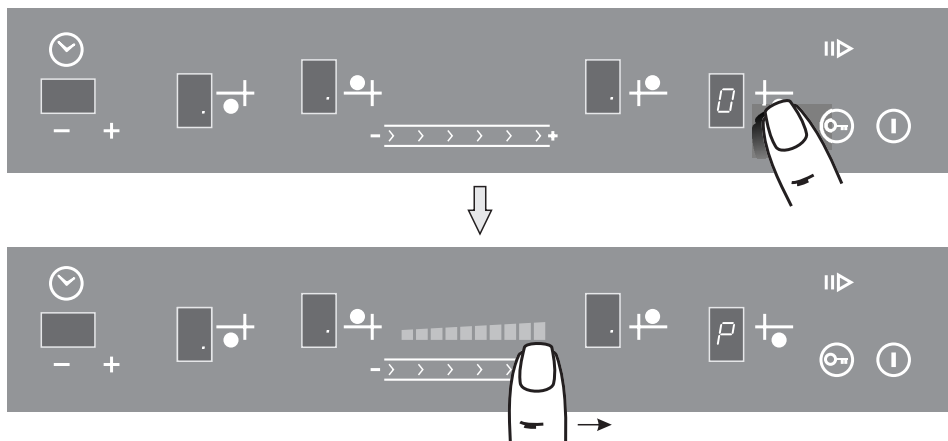

Рис.4
1. Коснуться зоны «②» с обозначением выбранной конфорки, после чего конфорка перейдет в режим управления. В соответствующем окне индикации загорится «0» (рис.4), во всех остальных окнах загорится точка.